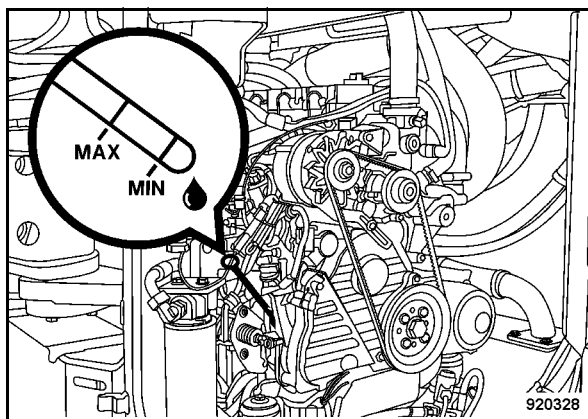

Fig. 138
- Dopo una breve prova di funzionamento, controllare il livello dell'olio all'astina di livello (Fig. 138). Il livello dell'olio deve arrivare al segno MAX., eventualmente rabboccare olio.